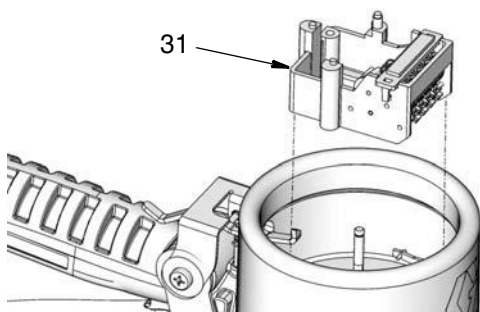

Рис. 30
- Снимите весь узел счетчика (31) (Рис. 30).